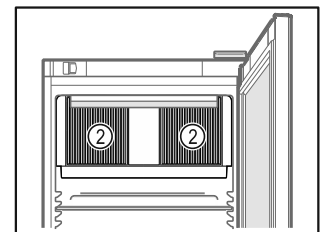

Fig. 59
- No obstruir la ranura de ventilación Fig. 59 (2) del ventilador de recirculación de aire del interior.